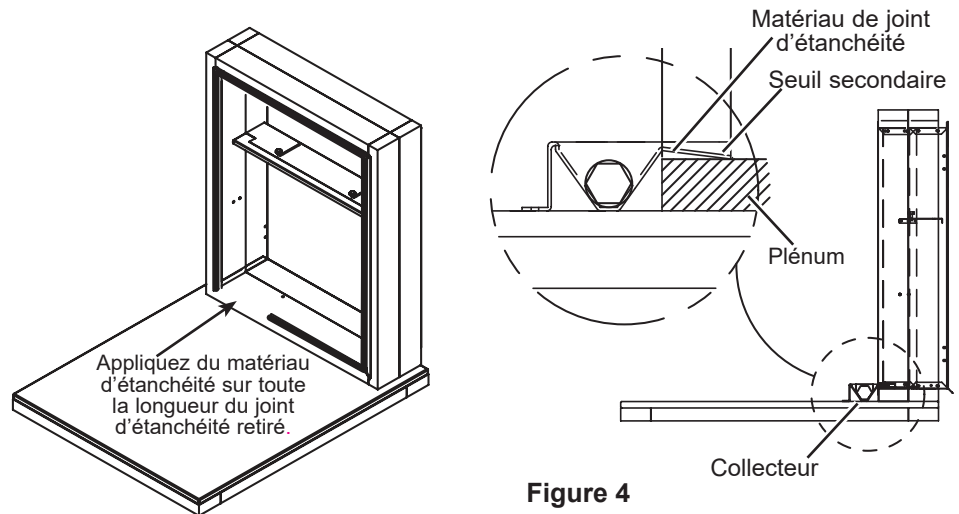

Figure 4
Le collecteur doit être assemblé en affleurement contre la bride de 3/4 po du plénum (Figure 4).
**REMARQUE:** Le seuil de débordement secondaire (Figure 4) doit s'étendre dans le plénum pour éviter les fuites d'eau.